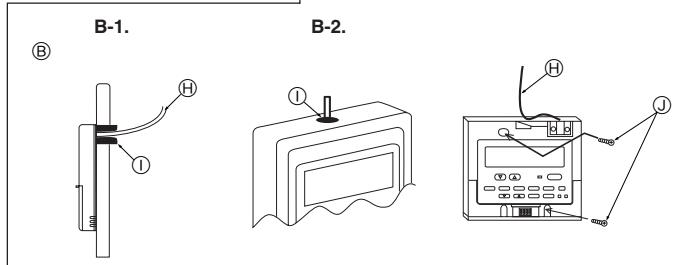

Fig. 7-3
(2) Sigillare l'apertura di servizio del cavo del comando a distanza con mastice, per evitare la possibile entrata di condensa, acqua, scarafaggi o vermi. (Fig. 7-3)